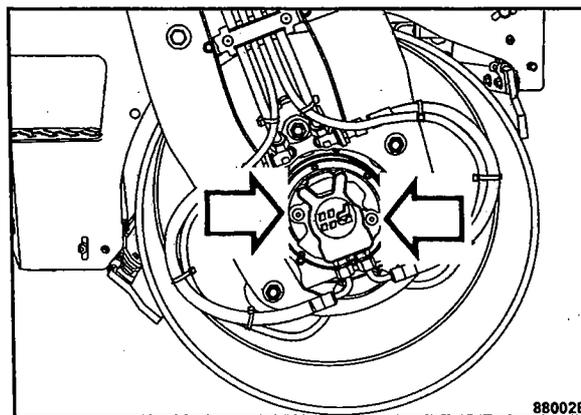

Fig. 73
- Desmontar dos tapones (Fig. 73).
- Volver a montar ambos tapones (Fig. 73).